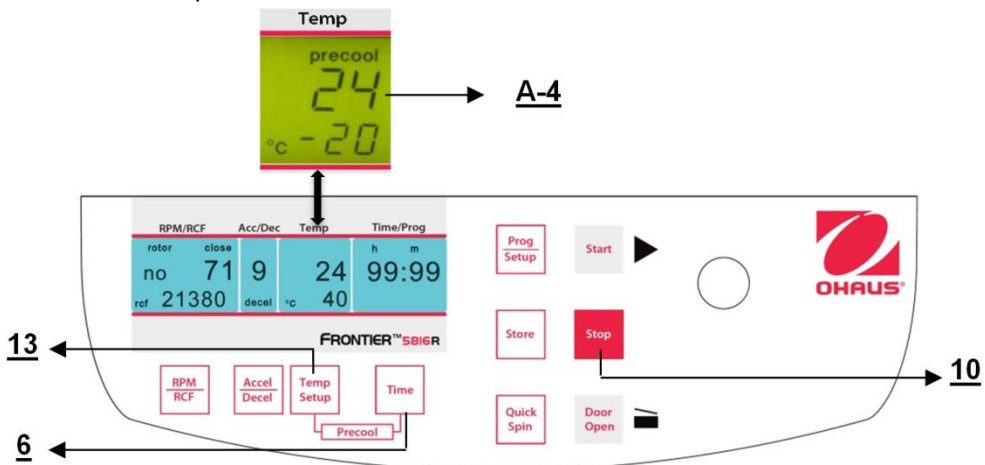

Figure. 20
Si les échantillons sont sensibles à la température, il est utile de pré-refroidir la centrifugeuse, le rotor et finalement les godets à la température requise de fonctionnement. Pour ce faire, insérer le rotor retenu et prédéfinir la température correspondante. En appuyant simultanément sur les touches **"Temp/Setup"** (13) (voir la figure 20) et **"Time"** (6), l'utilisateur démarrera une centrifugation. Pendant le fonctionnement, l'unité choisit automatiquement une vitesse de rotation équivalente à 20 % de celle autorisée du rotor inséré. Après avoir atteint la température prédéfinie, il est possible de quitter le pré-refroidissement avec la touche **"Stop"** (10). En fonction du rotor inséré, le pré-refroidissement dure environ de 10 à 20 minutes.